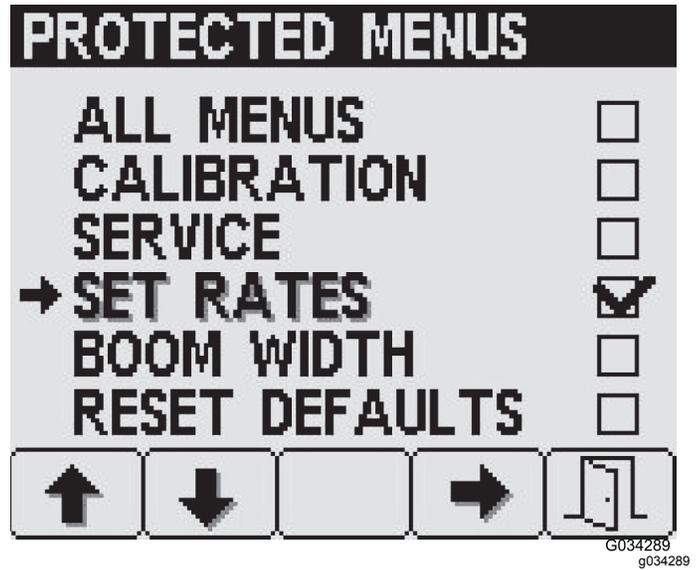

Рисунок 23
- Для выбора или отмены какой-либо позиции защищенного меню нажмите кнопку 4 (Рисунок 23).